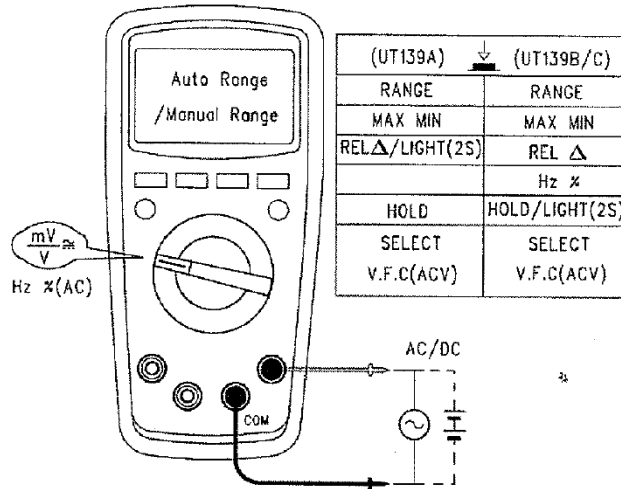

Fig. 3
1. MASURARE TENSIUNE ALTERNATIVA SI CONTINUA (AC/DC) (fig.3)